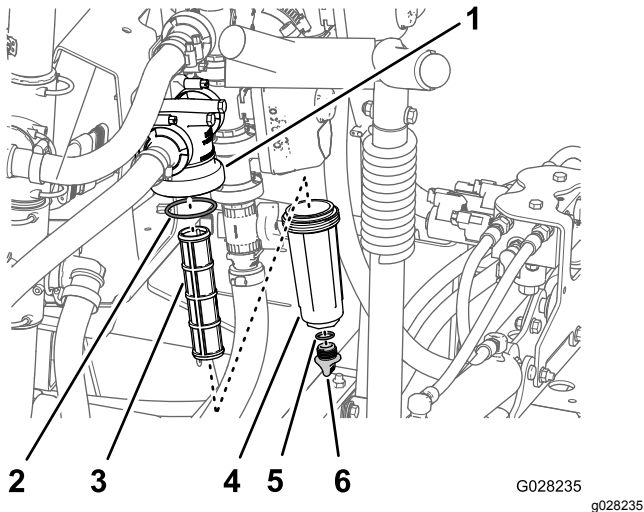

Figure 53
2. Placez un bac de vidange sous le filtre sous pression (Figure 53).
3. Tournez le bouchon de vidange dans le sens antihoraire et déposez-le de la cuvette du filtre sous pression (Figure 53).
4. Tournez la cuvette dans le sens antihoraire et déposez la tête du filtre (Figure 53).
5. Retirez l'élément du filtre sous pression (Figure 53).
7. Contrôlez l'état et l'usure du joint du bouchon de vidange (à l'intérieur de la cuvette) et du joint de la cuvette (à l'intérieur de la tête du filtre) (Figure 53).
8. Montez l'élément filtrant dans la tête du filtre sous pression (Figure 53).
9. Vissez la cuvette sur la tête du filtre à la main (Figure 53).
10. Vissez le bouchon de vidange sur le raccord au fond de la cuvette et serrez-le à la main (Figure 53).